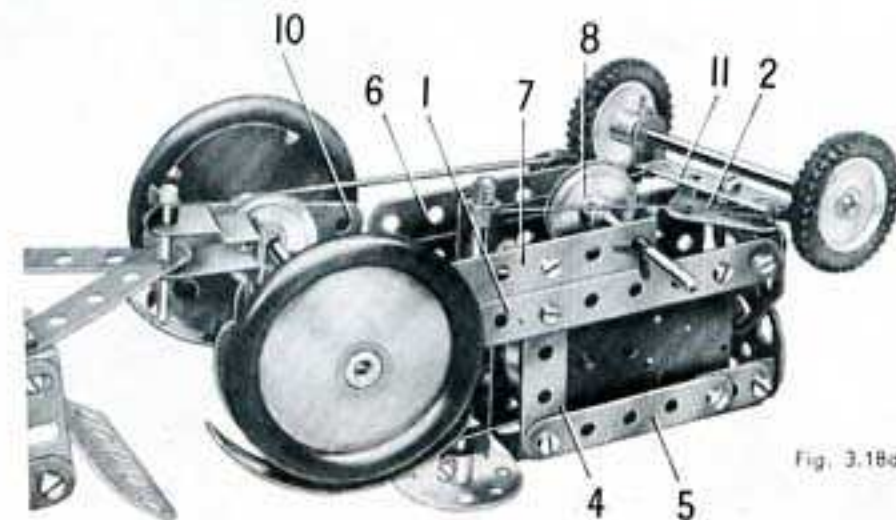

Fig. 3.18a
Chaque côté du châssis du tracteur est constitué par une bande de 11 trous (1). Ces bandes sont réunies à l'avant par une embase triangulée coudée (2) vissée sur des équerres, et à l'arrière par une bande de 5 trous (3), également fixée sur des équerres. Deux embases triangulées plates, boulonnées ensemble, sont fixées sur le rebord de l'embase triangulée coudée (2). Une bande de 5 trous (4) est fixée sur chacune des bandes (1). Les extrémités supérieures des bandes (4) sont réunies à des bandes de 5 trous (5) prolongées par des supports plats. Les bandes (5) sont reliées au radiateur par des équerres. Un moteur *Magic* est boulonné directement sur l'une des bandes (fig. 3.18a). Le dessus du capot est constitué par deux plaques flexibles de 6 x 4 cm. fixées sur des équerres boulonnées aux bandes (4). Une bande de 5 trous (6) et une bande coudée de 60 x 12 mm. (7) sont boulonnées aux extrémités inférieures des bandes (4) ; elles soutiennent une tringle de 9 cm. qui est munie d'une poulie de 25 mm. (8) reliée par une courroie de transmission à la poulie du moteur ; la tringle porte également une poulie de 12 mm. (9) qui entraîne une poulie de 25 mm. montée sur l'essieu arrière. La poulie de 12 mm. est fournie avec le moteur *Magic*. L'essieu arrière est une tringle de 10 cm. qui passe dans des plaques semi-circulaires (10) fixées aux derniers trous de la bande (3) par des équerres renversées.